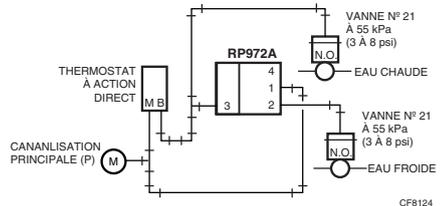

Fig. 6. Relais RP972A utilisé pour commander une vanne d'eau froide.
Le relais RP972A est utilisé pour inverser un signal pneumatique dans un ordre de grandeur directement proportionnel à la pression d'entrée. La Fig. 6 montre comment le RP972A commande une vanne à eau froide (EF). Lorsque la température augmente, le thermostat à action directe (AD) augmente la pression de la canalisation secondaire, provoquant la fermeture de la vanne à eau chaude (EC) normalement ouverte (NO) et, sous l'action inverse du RP972A, l'ouverture de la vanne EF NO.